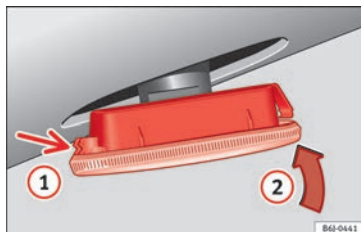

Bild 108 Blinkers
- Montera först blinkersenheten i öppningen i chassit och fäst flikarna (1) » bild 108. Montera sedan glödlampan som pilen (2) visar » bild 108.